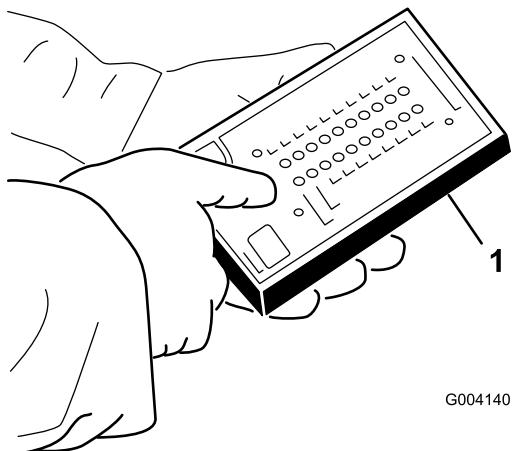

図 19
4. 故障診断 ACE ディスプレイを打ちのコネクタを診断用コネクタに接続する図 19。